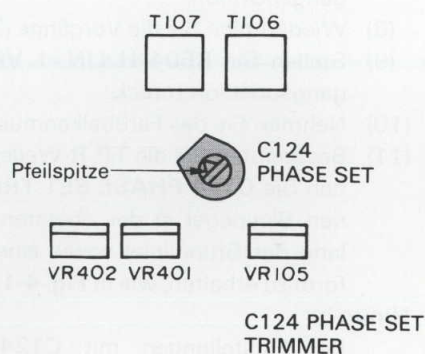

Fig. 4-12-2 Abgleichpunkt des C124 PHASE SET TRIMMER
1. Bei Einstellungen mit **C124** gemäß **Fig. 4-12-2**, ist die Einstellung innerhalb der großen Fläche des Trimmers vorzunehmen. Der Pfeilkopf in **Fig. 4-12-2** zeigt auf die Fläche.
- (5) Erhöhen Sie die Vertikalempfindlichkeit des Oszilloskops um **10 mV/div.** und drehen Sie abwechselnd **C124 PHASE SET TRIMMER** und **T-102 PHASE SET TRANSF.**, um einen Blaupegel in der obersten Position (entlang der Grundlinie) sowie eine klare Wellenform zu erhalten.
Bei Einstellungen mit **C124** gemäß **Fig. 4-12-2**, ist die Einstellung innerhalb der großen Fläche des Trimmers vorzunehmen. Die Pfeilspitze in **Fig. 4-12-2** zeigt auf diese Fläche.